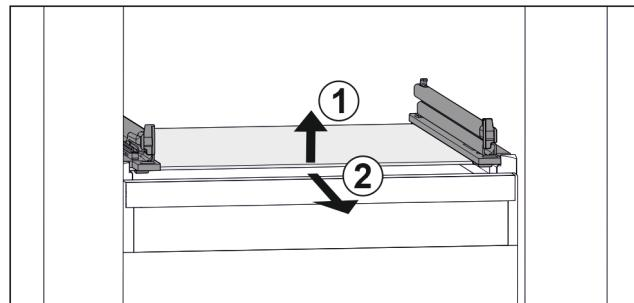

Fig. 39 Приближене відображення скляної пластини
- ▶ Підняти скляну пластину спереду. Fig. 39 (1)
- ▶ Вийняти скляну пластину рухом вперед. Fig. 39 (2)